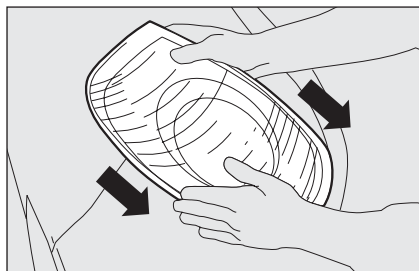

fig. 28
- ☐ estrarre il gruppo ottico sfilandolo con entrambe le mani nel senso indicato dalla frecce **fig. 28**;